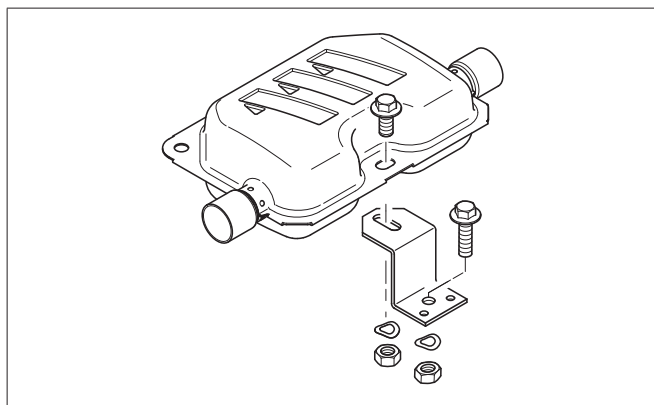

Bild 17
- Abgasschalldämpfer mit Halter an einer geeigneten Stelle am Fahrzeug befestigen, siehe Bild 17.